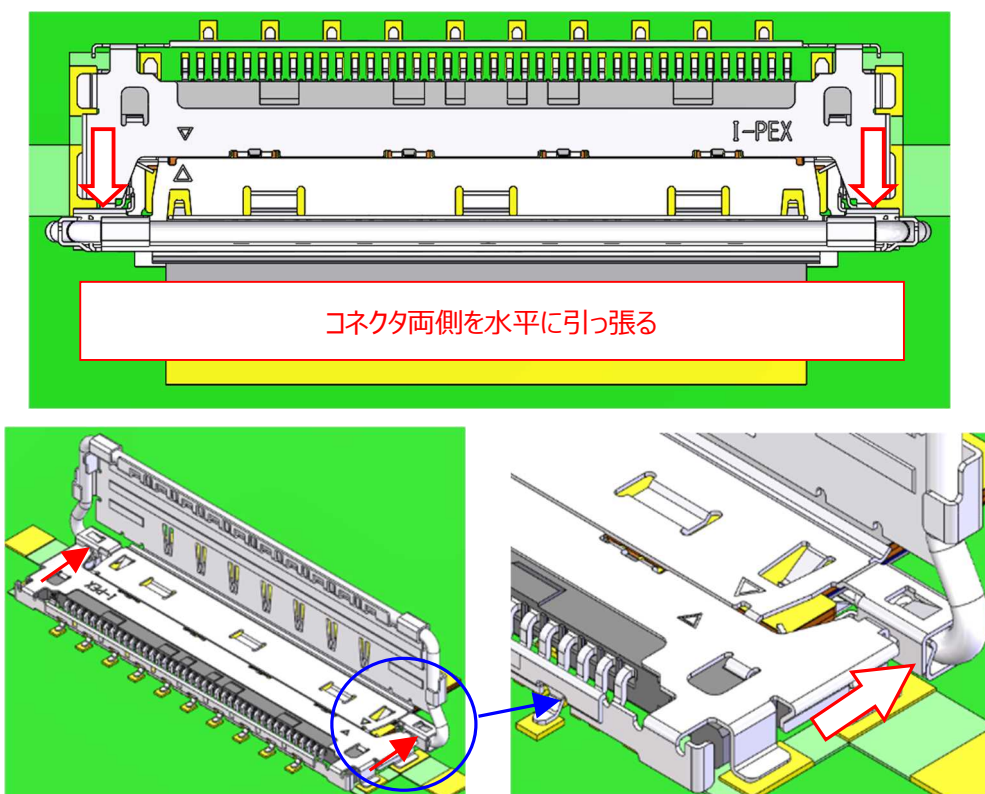

図 18
②図 18 の様に、プラグコネクタの両側を水平に引っ張り、抜去を行う。